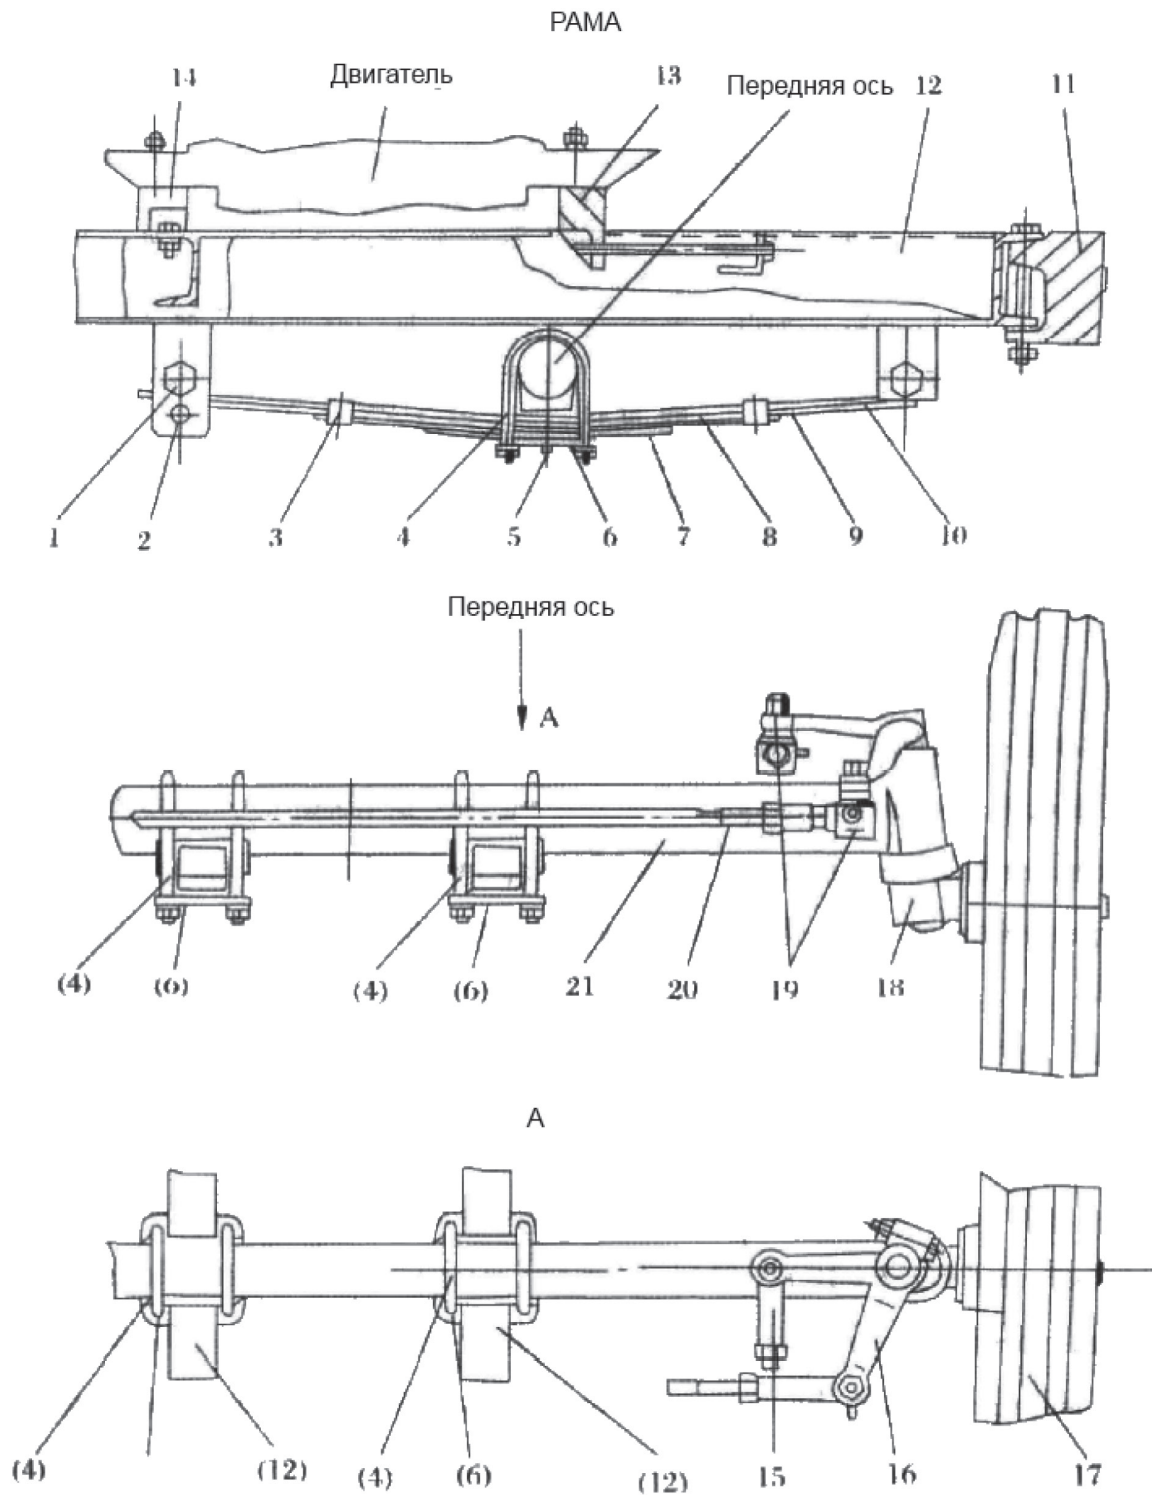

Рис. 3.19. Рама и передняя ось (с передним грузом и передним балластом).
2. СТАЛЬНАЯ РАМА С ПЕРЕДНИМ ГРУЗОМ: (РИС. 3.19.)
Передняя ось с передним грузом (рис. 3.19., рис. 3.20.).
Передняя ось соединена с рессорой U-образными болтами 4 и фиксирующей пластиной 6, рессоры соединены с рамой рессорным валом 1 и штифтом вала 2. Рис. 3.19. отображает переднюю ось с передним грузом, который соединен с составной швеллерной рамой.